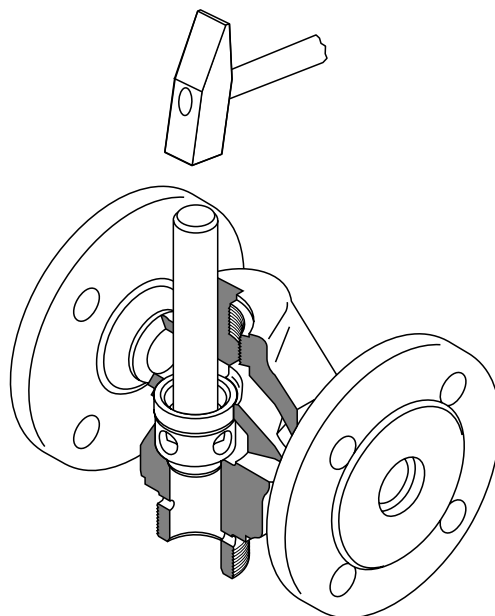

Fig. 8
16. Fixar a sede no corpo com auxílio de um punção (CuZn) e de um martelo. **Fig.8**